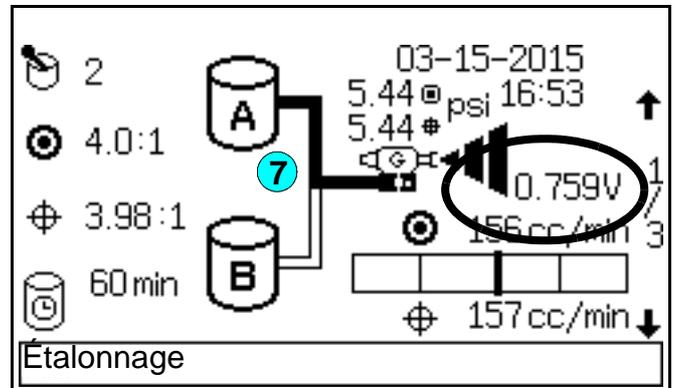

FIG. 98. Écran d'état
5. Revenez à l'**Écran d'état** (voir la FIG. 98). La barre d'état en bas de l'écran indiquera que la calibration du mélange est en cours.
7. Sur l'**Écran d'état** (voir FIG. 98), la tension commencera à 0 et augmentera progressivement jusqu'à 3,3 V. Le débit commencera aussi à augmenter durant l'étalonnage, même si cela ne sera probablement pas visible pour les premières petites augmentations de la tension.